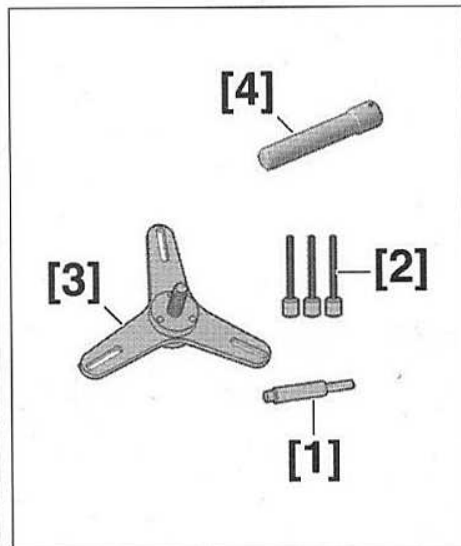

FIG.1
- [1]. Mandrin de centrage d'embrayage (référence : 0217-C3Z) (Fig.1)